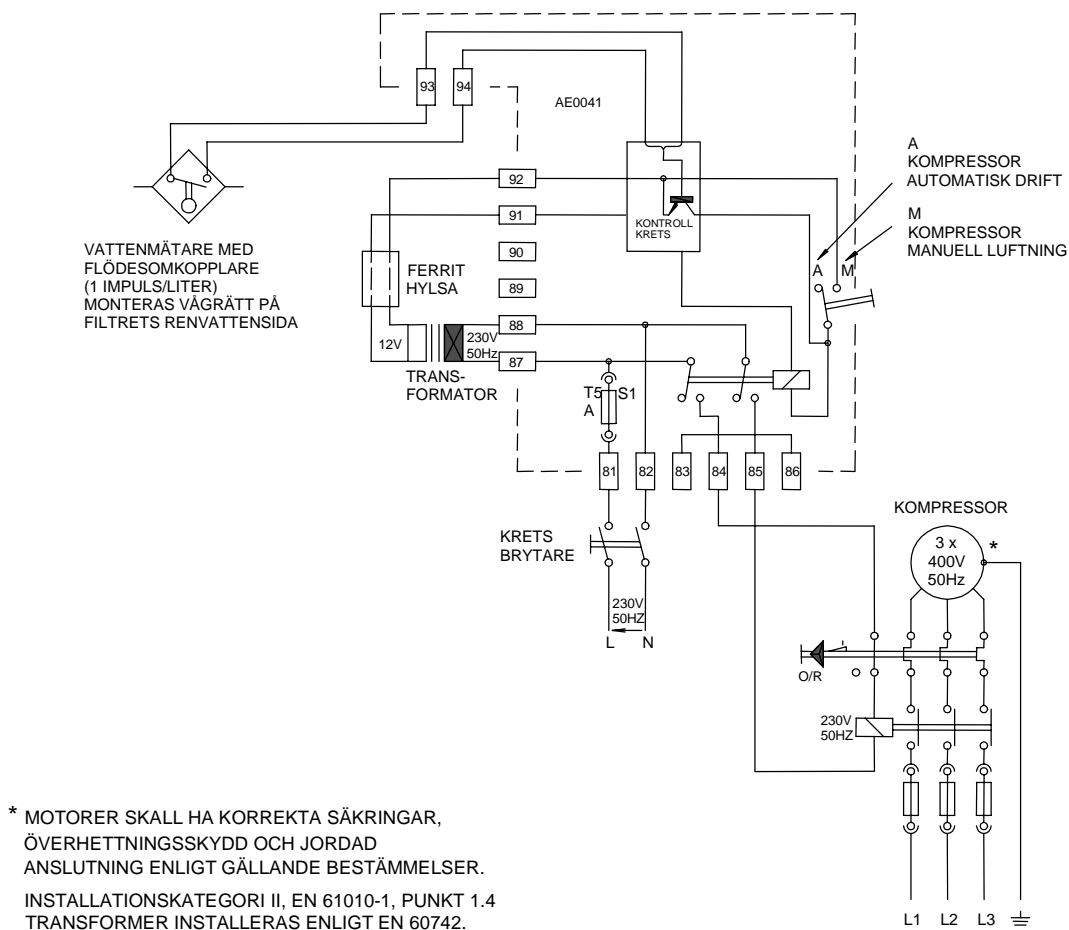

Fig. 4.
9. Installation av 3 x 400 V kompressor enligt tillverkarens/leverantörens instruktioner och fig. 4.